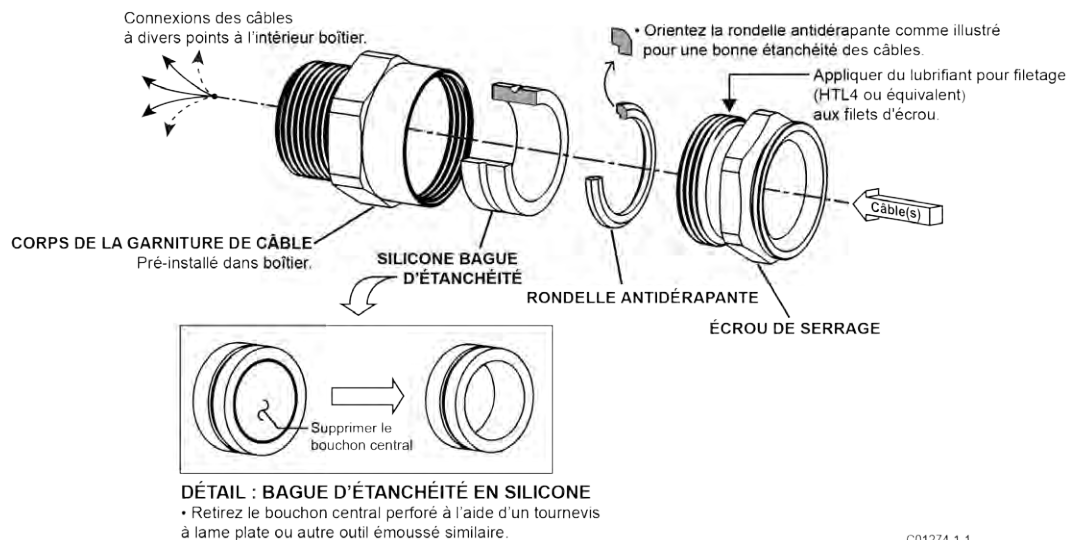

Figure 29 – Installation du presse-étoupe
1. Retirer le centre perforé de la bague d'étanchéité, illustrée dans la Figure 29 ci-dessous, en le poussant avec un objet contondant. Ne pas utiliser de câble pour retirer le centre en silicone car cela pourrait endommager le câble ou le presse-étoupe. Le presse-étoupe peut être complètement assemblé pendant cette étape.
2. Desserrer le presse-étoupe et appliquer le lubrifiant pour filetage approuvé en usine sur les filetages de l'écrou de serrage comme indiqué dans la Figure 29 ci-dessous. FCI recommande l'utilisation de HTL4 ou d'un lubrifiant pour filetage similaire. Utiliser avec modération.
3. S'assurer de l'orientation correcte de la rondelle antidérapante illustrée dans le détail de la Figure 29 ci-dessous. Ceci est nécessaire pour assurer l'étanchéité du câble.